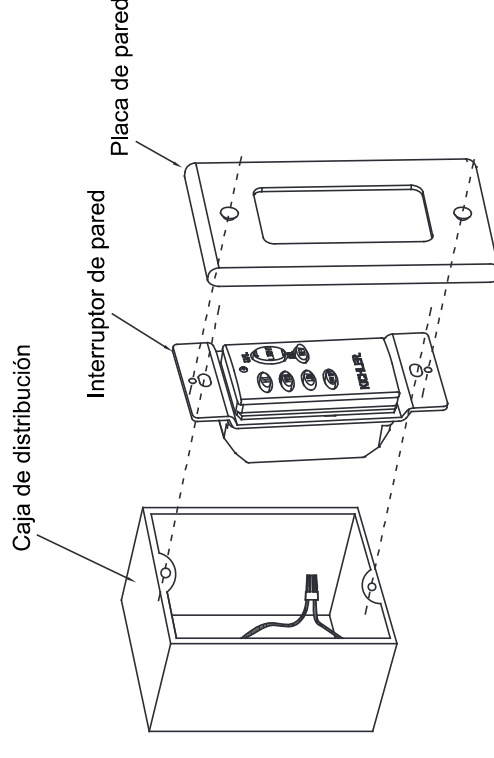

Fig. 18
Paso 2. Utilice los tornillos suministrados para fijar el transmisor de pared a la caja de distribución (**Fig. 18**).